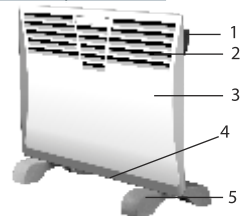

Рис. 3
4. ОПИСАНИЕ КОНВЕКТОРА (РИС. 3)